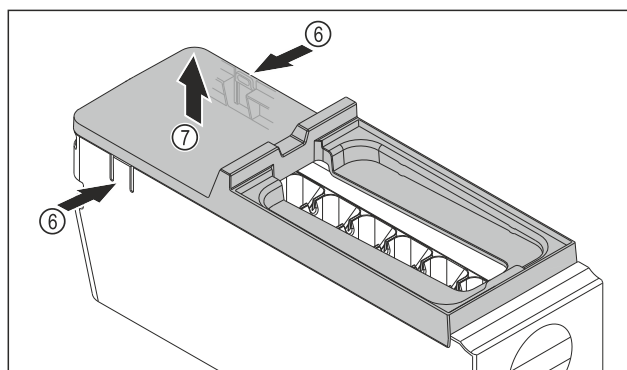

Fig. 106
- Izvadite poklopac tijela sustava EasyTwist-Ice: Pritisnite jezičke Fig. 106 (6) na obje strane tijela sustava EasyTwist-Ice jednom rukom.
- Poklopac Fig. 106 (7) drugom rukom izvucite prema gore.